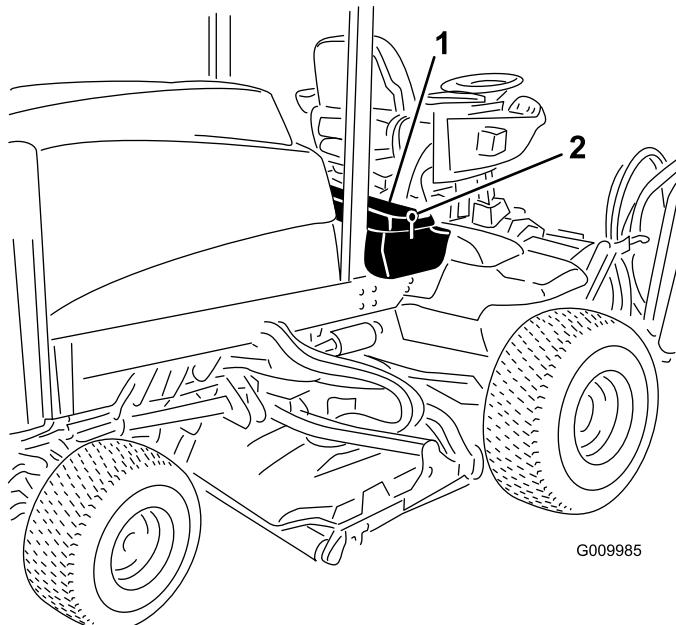

Bild 32
1. Entriegeln und heben Sie die Abdeckung der Bedienerkonsole hoch (Bild 32).